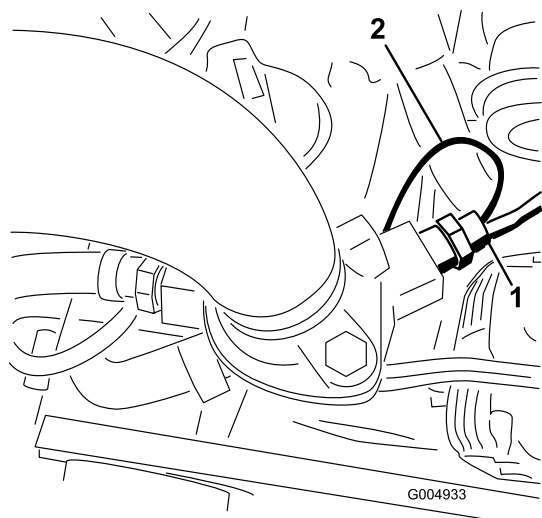

Figure 24
20. Posez le thermocontact à double contact neuf sur le côté droit du boîtier de thermostat du moteur (Figure 24).